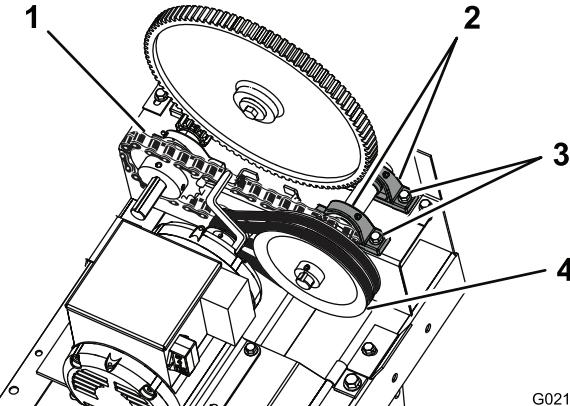

Figura 43
2. Afloje las tuercas y los pernos que sujetan los portacorajinetes de la polea tensora (Figura 43).